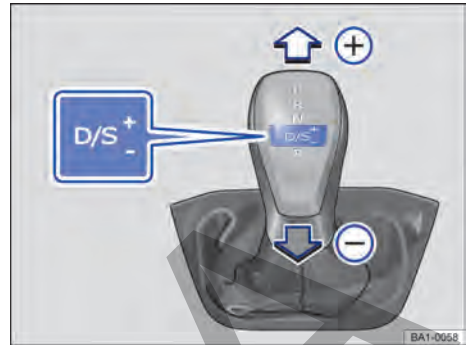

Fig. 95 Palanca selectora en la posición Tiptronic.
- Mover la palanca selectora hacia adelante (+) o para atrás (-), para aumentar o disminuir la marcha → fig. 95.